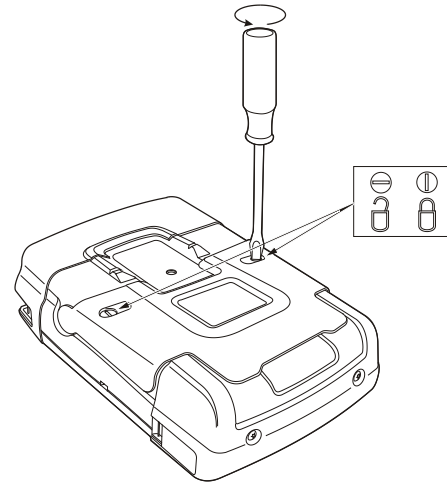

Abbildung 47. Entriegeln der Akkufachabdeckung
3. Entriegeln Sie die Akkufachabdeckung (Abbildung 47)